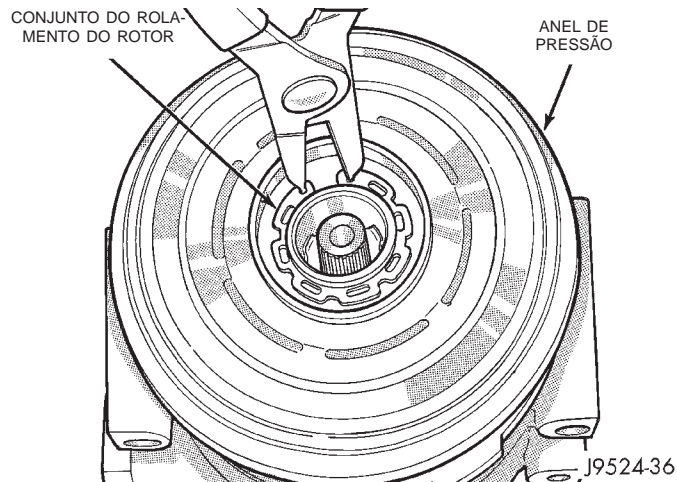

Fig. 12 Remoção/Instalação do Anel de Pressão Externo
(6) Remova o anel de pressão externo do cubo do alojamento do compressor dianteiro com alicates de anel de pressão e remova o conjunto do rolamento e rotor do acoplador (Fig. 12).
(7) Remova o parafuso e retentor do chicote de fiação da bobina do acoplador no alojamento dianteiro do compressor.
(8) Remova o anel de pressão do cubo do compressor e remova a bobina de campo do acoplador (Fig.